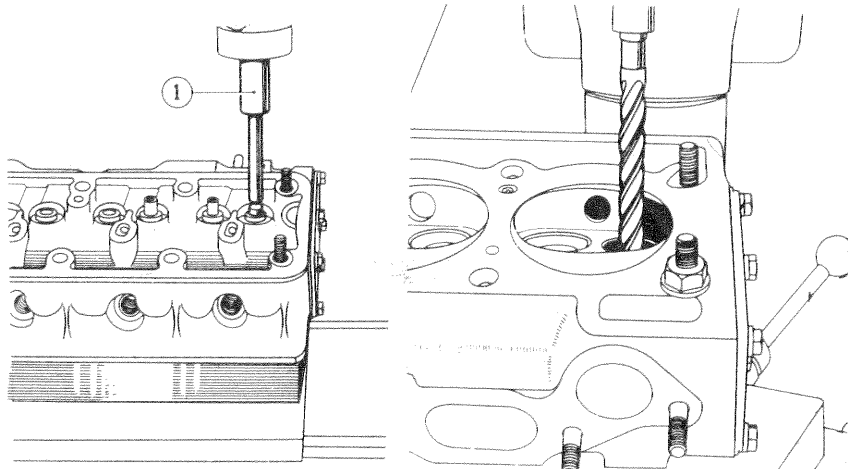

Fig. 6. — Extraction d'un guide de soupape et alésage du logement (culasse reposant sur une cale inclinée)
- Chasser le guide, à la presse, à l'aide du mandrin (Mot. 120) et de la plaque d'appui (Mot. 121) assurant une position correcte à la culasse (fig. 6).